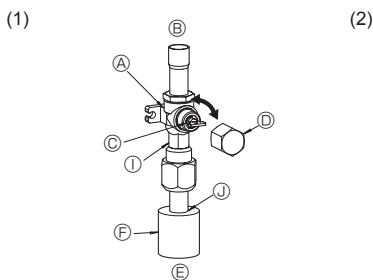
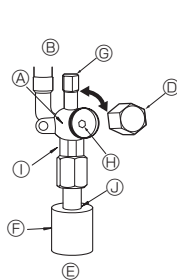

Fig. 4-6
Fig. 4-7
- (1) Strona gazowa (Fig. 4-6)
- ① Aby otworzyć zawór, należy zdjąć korek, pociągnąć dźwignię do siebie i obrócić o 1/4 obrotu w kierunku przeciwnym do ruchu wskazówek zegara.
- ② Upewnić się, że zawór odcinający jest całkowicie otwarty, wcisnąć dźwignię i założyć korek.
- (2) Strona cieczowa (Fig. 4-7)
- ① Zdjąć korek i obrócić do oporu trzpień zaworu w kierunku przeciwnym do ruchu wskazówek zegara za pomocą klucza imbusowego 4 mm. Przerwać obracanie po osiągnięciu ogranicznika. (ø9,52: około 10 obrotów)